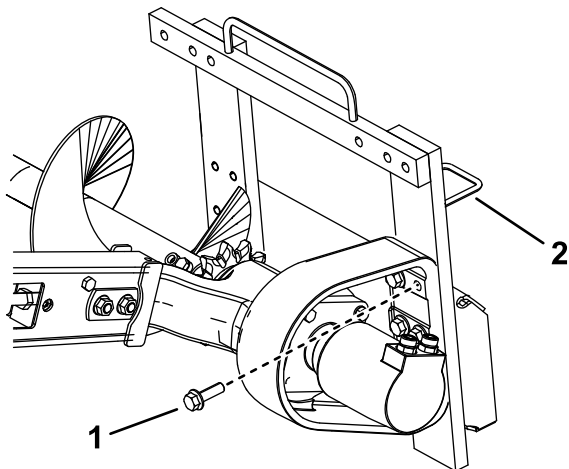

Figura 8
3. Retire los 6 pernos que fijan el cabezal de la zanjadora al bastidor (Figura 8).
11. Mueva las mangueras desde la guía que está encima de la zanjadora hasta la guía del lado izquierdo (Figura 8).